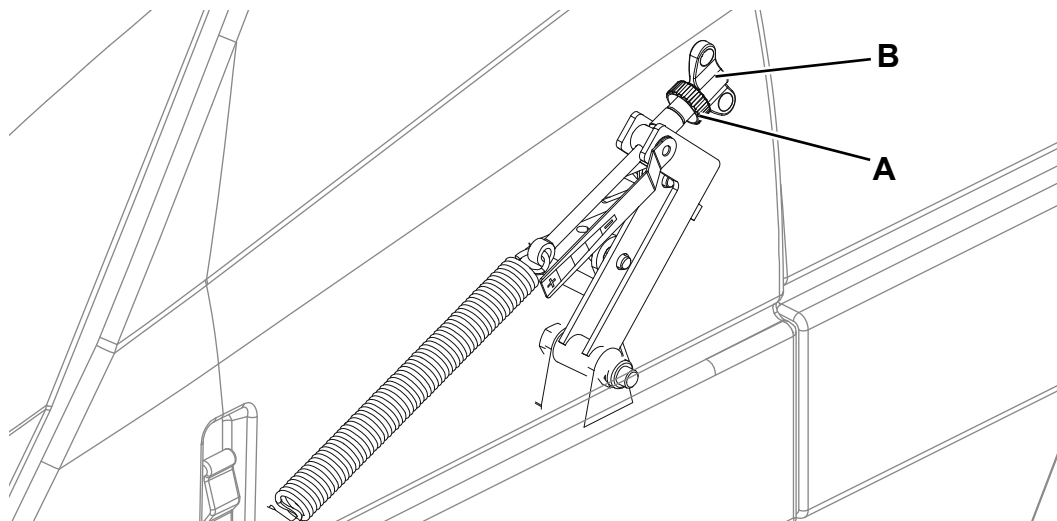

Figure 3
3. Tourner la clé de contact (57) et démarrer la machine.
4. Baisser le balai central au moyen du levier (53) et le laisser tourner pour 1 minute.
7. Pour effectuer le réglage, ouvrir le coffre (1) du logement batteries en agissant sur le bouton-poussoir de déblocage (25), desserrer la poignée (A, Fig. 3) et agir sur l'écrou papillon (B) du balai central en considérant que :